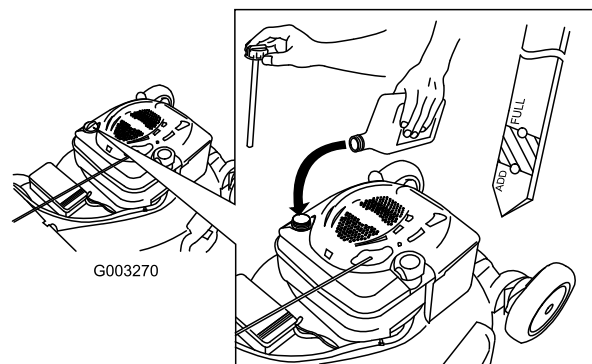

Figure 32
4. Versez de l'huile **lentement** dans le goulot de remplissage pour faire monter le niveau de liquide jusqu'au repère du plein (Full) sur la jauge (Figure 32). **Ne remplissez pas excessivement.** (Remplissage max. : 0,59 l (20 onces), type : huile détergente SAE 30W de classe de service API SF, SG, SH, SJ, SL ou supérieure.)